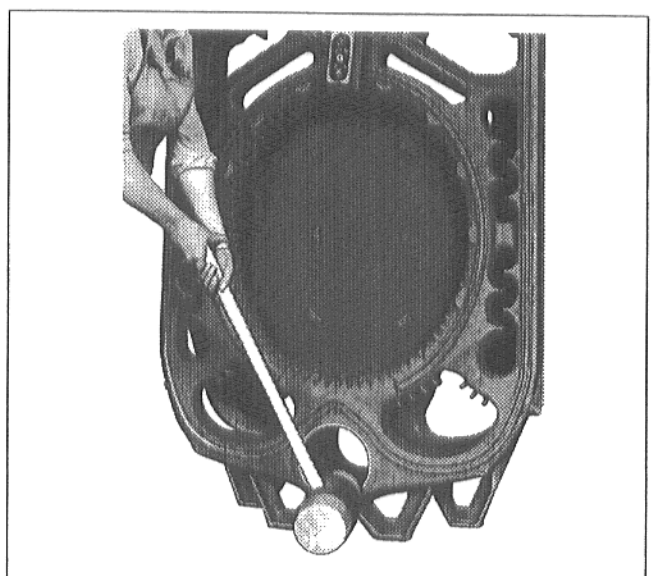

Abb. 15
- Erstes Mittelglied mit der oberen und unteren Nabe auf die Nippel im Hinterglied ansetzen. Erstes Mittelglied mit einem Holz- oder Hartgummihammer leicht an das Hinterglied anschlagen (Abb. 15).